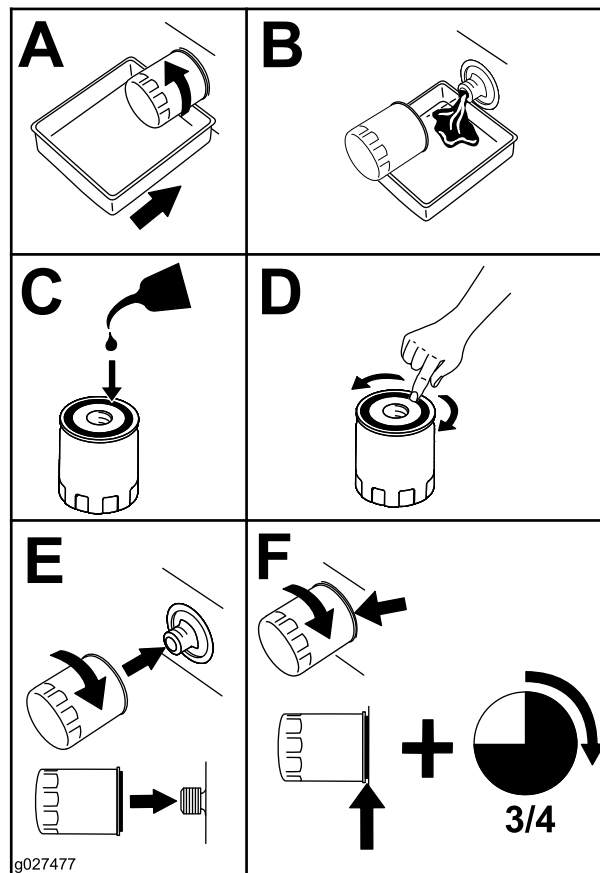

Figure 34
2. Remplacez le filtre à huile moteur (Figure 34).